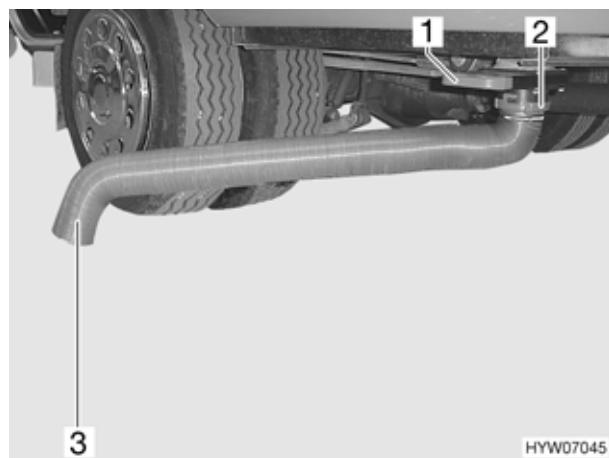

Fig. 102 Tubo fiscale
- Estrarre il tubo fiscale (Fig. 102,3) dal tubo pressostatico a destra in basso nella parte posteriore.
- Collegare il tubo fiscale con l'attacco a baionetta (Fig. 102,2) sul serbatoio fiscale.
- Tirare la leva (Fig. 102,1). Le feci saranno scaricate. In caso di necessità sciacquare la toilette più volte.